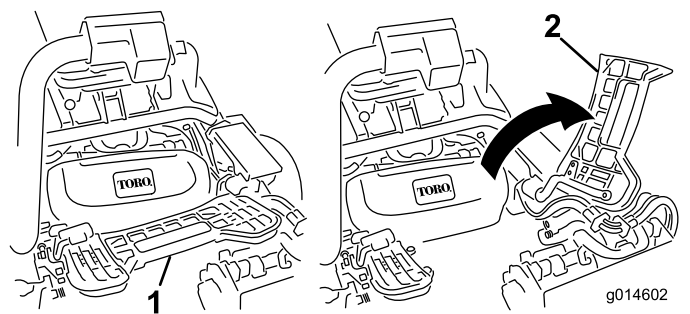

Figura 53
1. Ridicați suportul pentru picioare i balansați-l pentru a-l deschide, permițând accesul la poziția centrală a unității de tăiere (Figura 53).